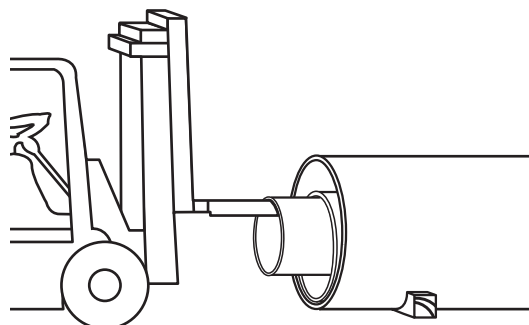

Рисунок 2-7 Принцип извлечения труб при помощи вилочной грузоподъёмной тележки
- 4 Распаковку и извлечение внутренней трубы (внутренних труб) лучше всего проводить на специально подготовленной к этой цели площадке. Внутренние трубы, начиная с трубы с наименьшим диаметром, необходимо осторожно извлекать из связки, слегка приподняв с помощью стрелы с демпфирующей прокладкой, не повреждая остальные трубы (**Рисунок 2-7**). В случае, когда ограничения по весу, длине и/или техническому оборудованию исключают применение вышеуказанного метода, следует поступать согласно инструкциям по извлечению внутренней трубы (внутренних труб) из пакета, составленным индивидуально для каждого проекта.